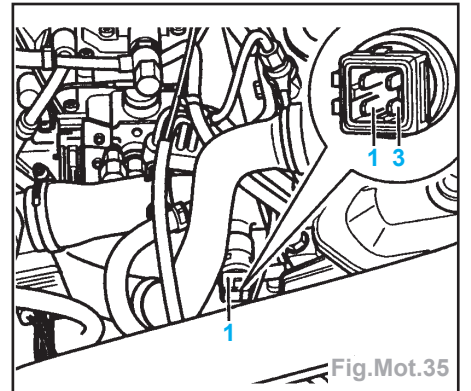

Fig.Mot.35
- Débrancher la fiche du transmetteur de température de liquide de refroidissement (1) (Fig.Mot.35).